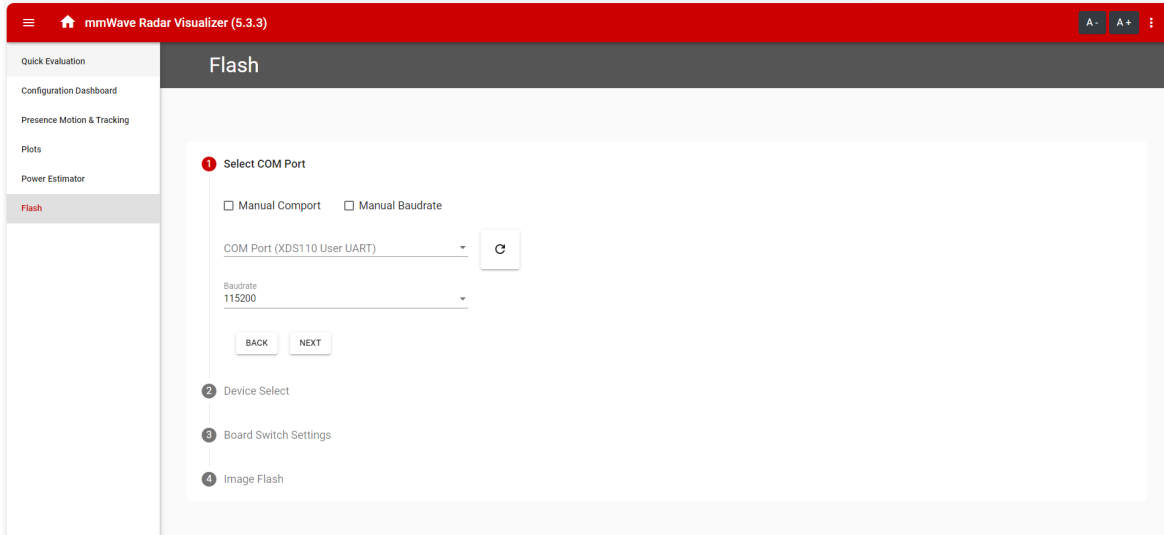

图 3-1. 可视化工具中的“Flash”选项卡
4. 运行 mmWave-L-SDK 工具文件夹内的毫米波可视化工具，使用刷写选项卡，按照说明操作，或使用 Uniflash 工具。与图 3-1中显示的类似。